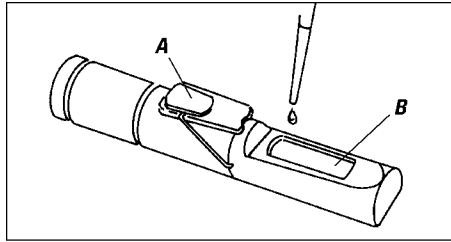

Figure 1 / Abb. 1
1. Hold the refractometer in a horizontal position (Figure 1). Lift the cover plate (A) to expose both the prism and cover plate surfaces. Clean the cover plate using distilled water. For best results always make sure the prism is clean before placing a sample on it.
1. Halten Sie das Refraktometer waagrecht (Abb. 1). Klappen Sie den Probedeckel (A) auf, um das Meßprisma und die Innenseite des Deckels freizulegen. Reinigen Sie den Probedeckel mit destilliertem Wasser. Ein sauberes Prisma vor Aufnahme der Probe erzielt die besten Meßergebnisse. Benutzen Sie eine Kunststoff-Pipette oder eine handelsübliche Tropfpipette, um ein Tröpfchen Flüssigkeit auf das Meßprisma (B) zu geben. Achten Sie dabei darauf, daß das Pipettenende nicht in Berührung mit dem Prisma kommt.